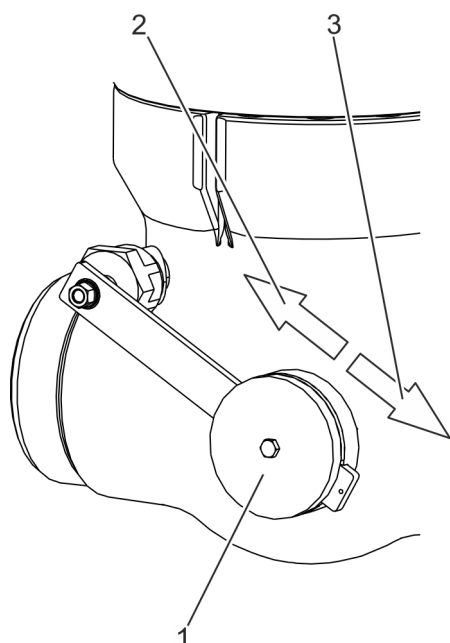

Fig. 14: Réglage du poids
- 2.** → Déplacer le poids (Voir la Fig. 14/1) sur le bras du levier :
- Poids vers le moyeu (Voir la Fig. 14/2) : Réduction de l'aide à la fermeture
- Poids vers l'extrémité du bras du levier (Voir la Fig. 14/3) : Augmentation de l'aide à la fermeture